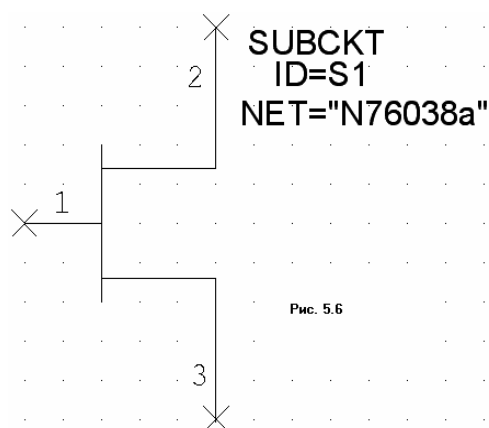

Рис. 5.6
3. Выделите **FET@system.sys** в окне списка **Compatible Symbols** (Совместимые символы) и нажмите **OK**. Результат показан на рис. 5.6.